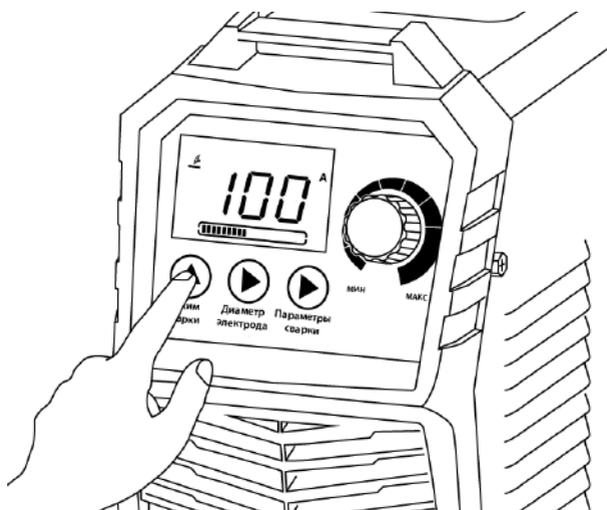

Рис. 11.0.2. Выбор способа сварки.
4. Перейдите в режим TIG на передней панели сварочного аппарата (см. рис. 11.0.2).